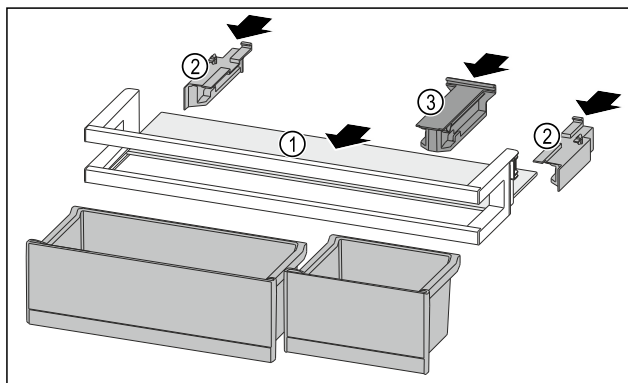

Fig. 142
- ▶ Вдвиньте съемную полку Fig. 142 (1) в боковые пазы.
- ▶ Установите боковые части Fig. 142 (2).
- ▶ Смонтируйте крепление Fig. 142 (3).